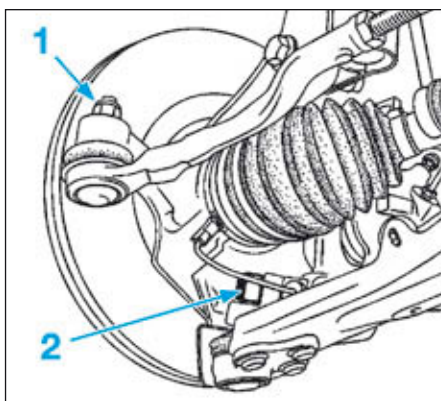

FIG.14
- Déposer les écrous (1) des rotules de direction et (2) des rotules inférieures de pivot (Fig.14).